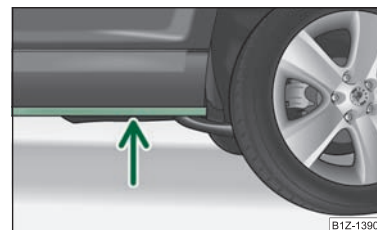

Abb. 158 Gewässer durchqueren
- Vor einer Wasserdurchfahrt die Wassertiefe feststellen. Das Wasser darf maximal bis zum Steg am Unterholm des Fahrzeugs reichen ⇒ Abb. 158.